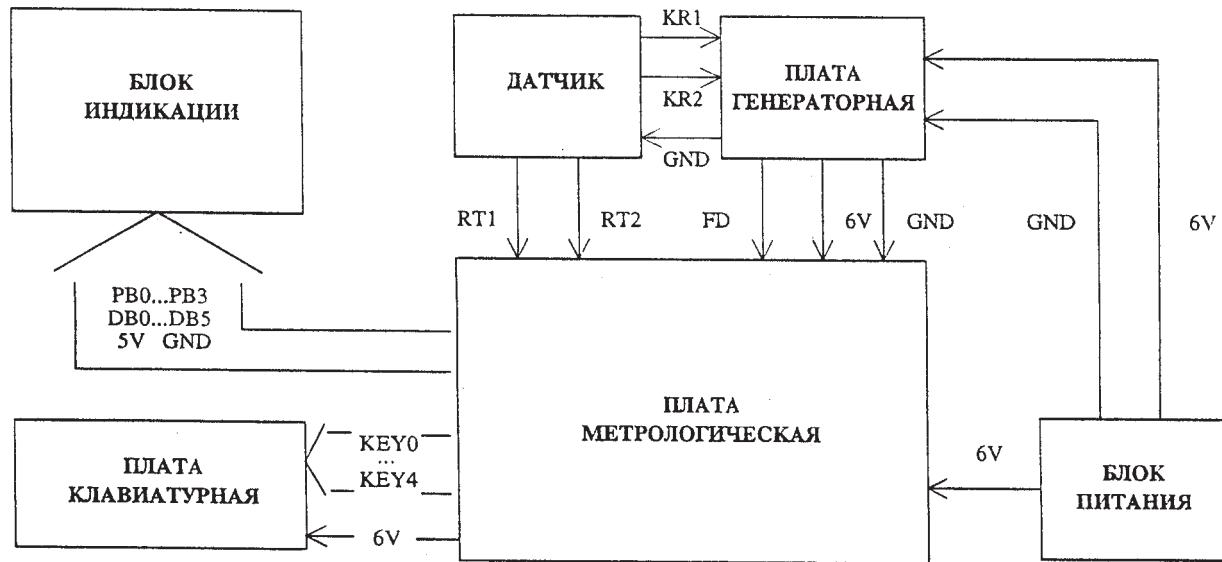

Рис. 1. Структурная схема весов
5.1. Принцип работы весов основан на измерении деформации упругого элемента, возникающего под воздействием взвешиваемого груза, с последующей обработкой и индикацией результата взвешивания на цифровом табло. Структурная схема весов представлена на Рис.1.